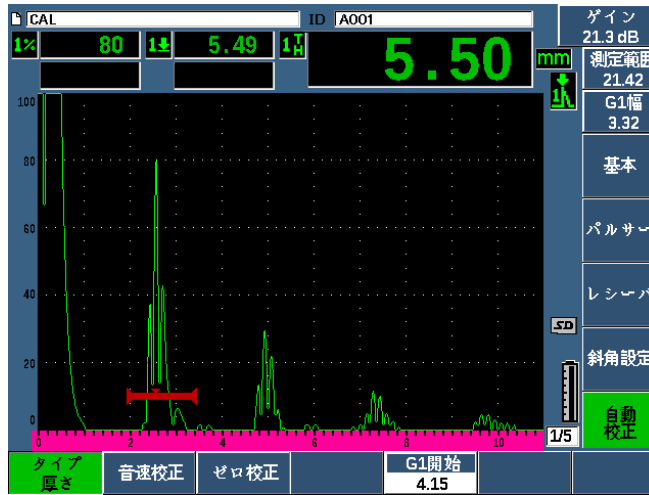

図 3-13 自動校正メニュー
4. **自動校正**メニューを選択します（63 ページの図 3-13 参照）。